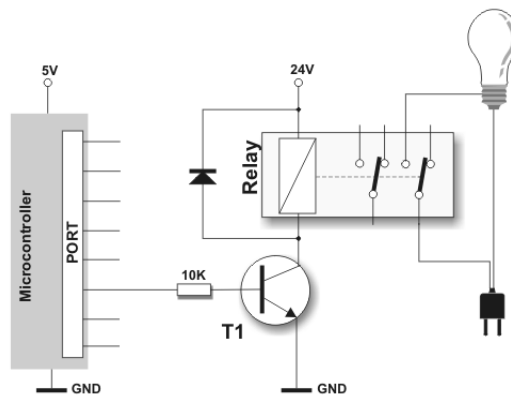
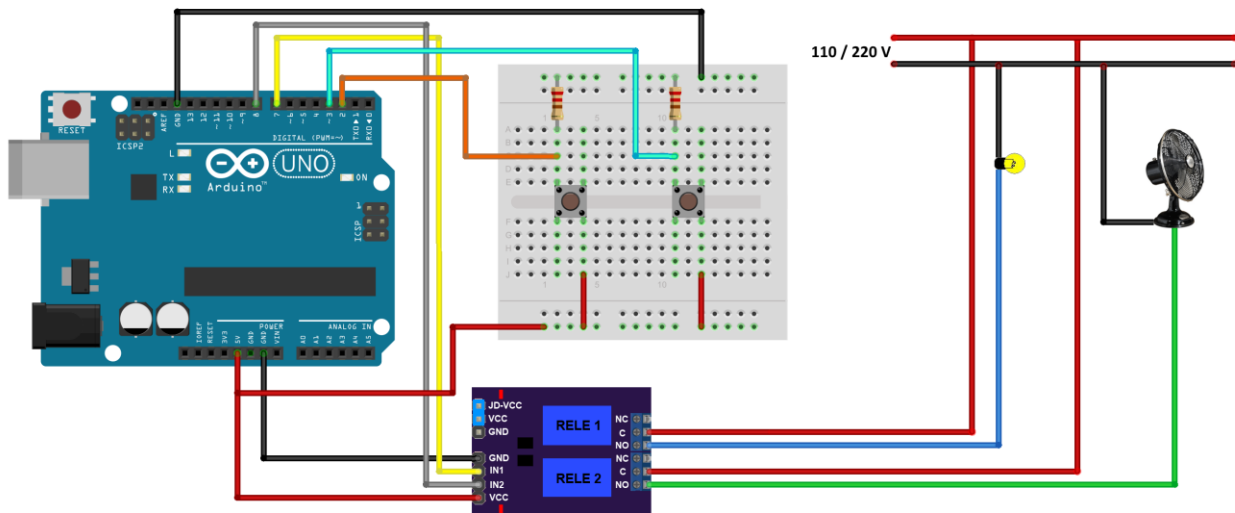

Figura 5 – Ligação de um relé a um microcontrolador.
Figura 6 – Arduino UNO controlando duas cargas conectadas à rede elétrica.
A figura 5 mostra a solução mais comumente empregada para se conectar um relé a um pino do microcontrolador.
No circuito mostrado na figura 5, o microcontrolador pode ligar/desligar a lâmpada, que é uma carga considerada de alta potência (quando comparada à potência do próprio microcontrolador) a partir do acionamento do relé. Uma vez que as correntes e tensões fornecidas diretamente nos pinos de saída do microcontrolador são normalmente bem pequenas, isso normalmente é insuficiente para ativar diretamente o relé. Assim, o transistor T1 é utilizado como driver para ativar o relé.
A figura 6, na página seguinte, mostra uma montagem onde um Arduino UNO é utilizado para controlar o acionamento de duas cargas (ventilador e lâmpada) conectadas à rede elétrica de 110/220V. Para realizar o chaveamento das cargas, foi utilizado um *shield* com dois relés. Além da alimentação de 5 V, o *shield* exige do Arduino dois sinais, IN1 e IN2, para poder atuar os relés. Esses sinais polarizam a base de dois transistores que servem de drivers para os relés, semelhante ao que foi apresentado na figura 5. A rede e a carga são conectadas nos terminais comum (C) e normalmente abertos (NO) dos relés, fazendo com que esses funcionem como interruptores eletrônicos, comandados pelo Arduino.